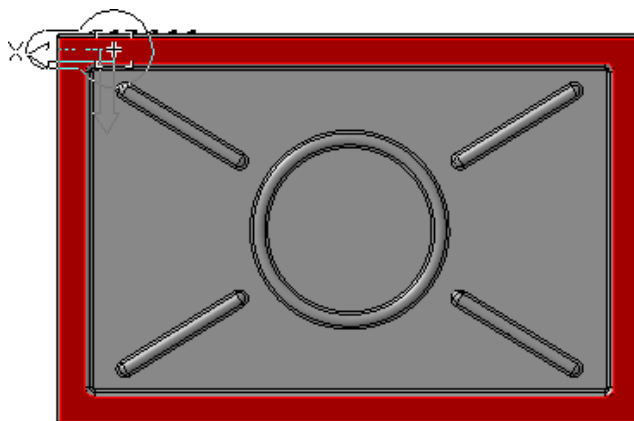

Рисунок 72.
- Укажите примерное положение паза на грани и нажмите кнопку Создать объект  (рис. 72).